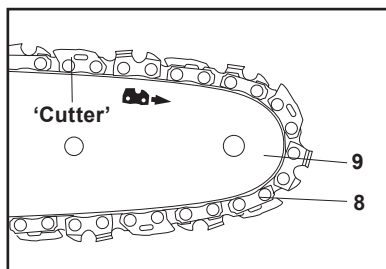

Fig. 2
4. Estique a corrente (8) com as arestas de corte voltadas para o sentido de rotação. O sentido de rotação está marcado no corpo da serra, no interior da cobertura da motosserra (12).
Deslize a corrente de serra (8) para dentro da ranhura em torno da guia (9). Certifique-se de que a corrente (8) está instalada no sentido de rotação correto (Fig. 2).